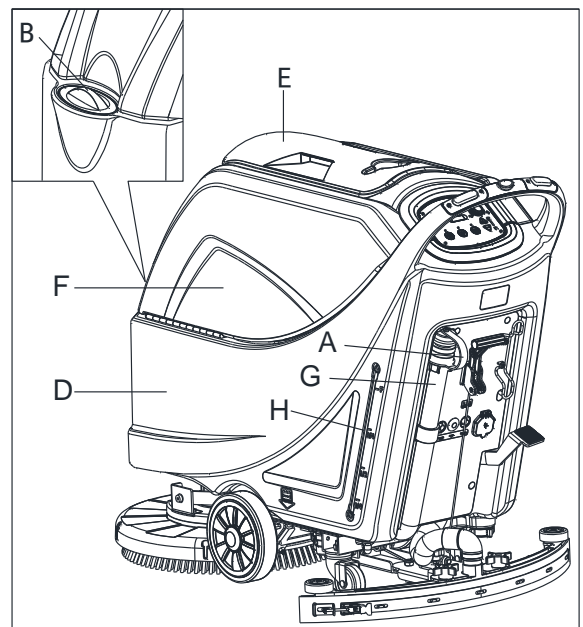

Abbildung 7
1. Öffnen Sie die Wassereinlassabdeckung (B, Abb. 7).